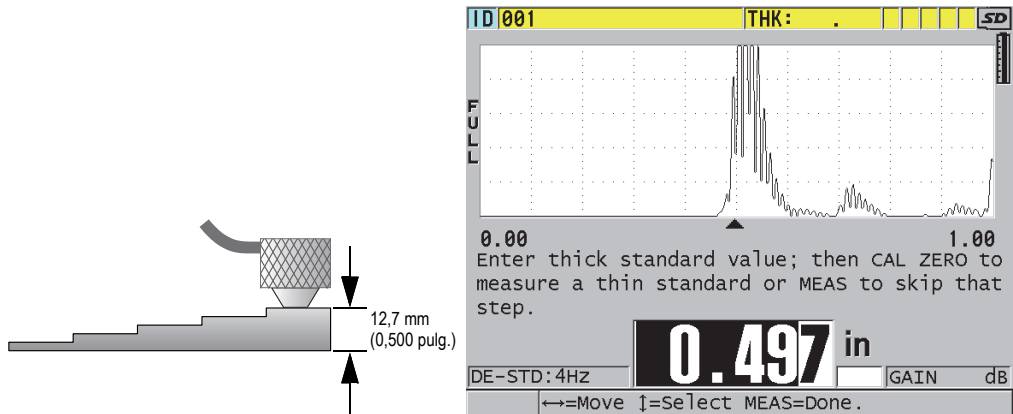

Figura 5-4 Calibración de la velocidad acústica en un bloque de calibración de cinco espesores
1. Para calibrar la velocidad acústica en el material (ver la Figura 5-4 en la página 86).